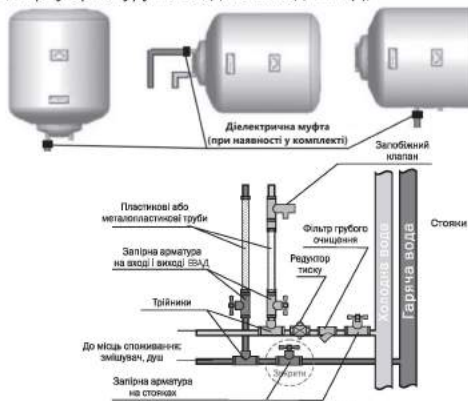
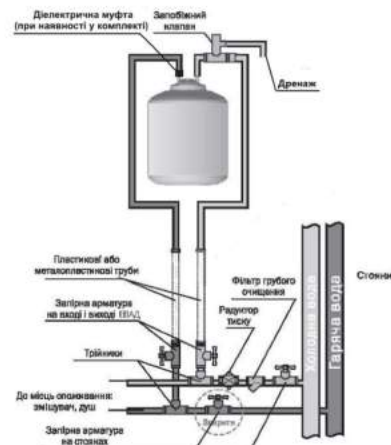

Рис. 5. Підключення ЕВАД у вертикальному / горизонтальному положенні
Рис. 6. Підключення ЕВАД, що встановлюється під мийкою
Підключення (рис. 5, 6):
**УВАГА!** Підключення до системи водопостачання ЕВАД моделей O'Pro PC 10SB, PC 15S, PC 15SB має виконуватися чітко у відповідності зі схемою, наведеною на рис. 6. Запобіжний клапан кріпиться на трубопроводі осторонь від ЕВАД. При встановленні моделей Steatite в горизонтальному положенні патрубок подачі холодної води (помічений синім кільцем) повинен бути розташований знизу, а патрубок гарячої води (помічений червоним кільцем) - зверху (рис. 5).
Для чого спочатку потрібно перекрити запірну арматуру на вході в ЕВАД (рис. 5, 6), а також відкрити кран гарячої води у місці споживання.